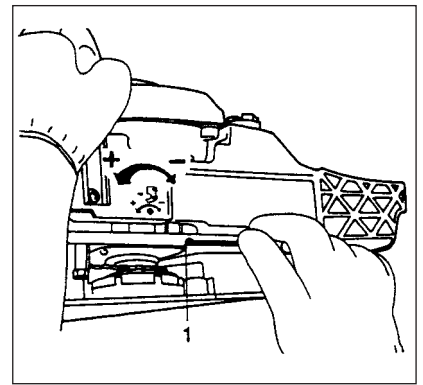

Fig. 2-1C
Die Schmiermenge wurde werkseitig auf maximale Schmierung voreingestellt, kann jedoch in Übereinstimmung mit den jeweiligen Einsatzbedingungen reguliert werden. Zum Verringern der Schmiermenge wird die Regulierschraube (1) nach rechts gedreht und zum Anheben nach links. (Fig.2-1C)